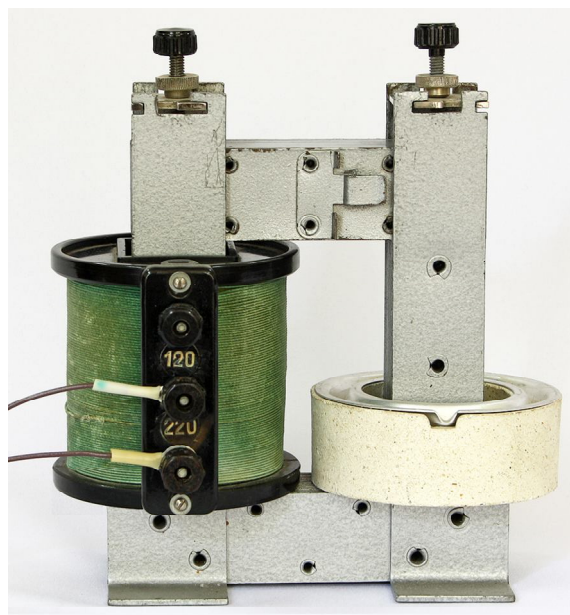

Рис. 12
1. Зберіть установку, зображену на рис. 12. Через вимикач приєднайте котушку до мережі 220 В.